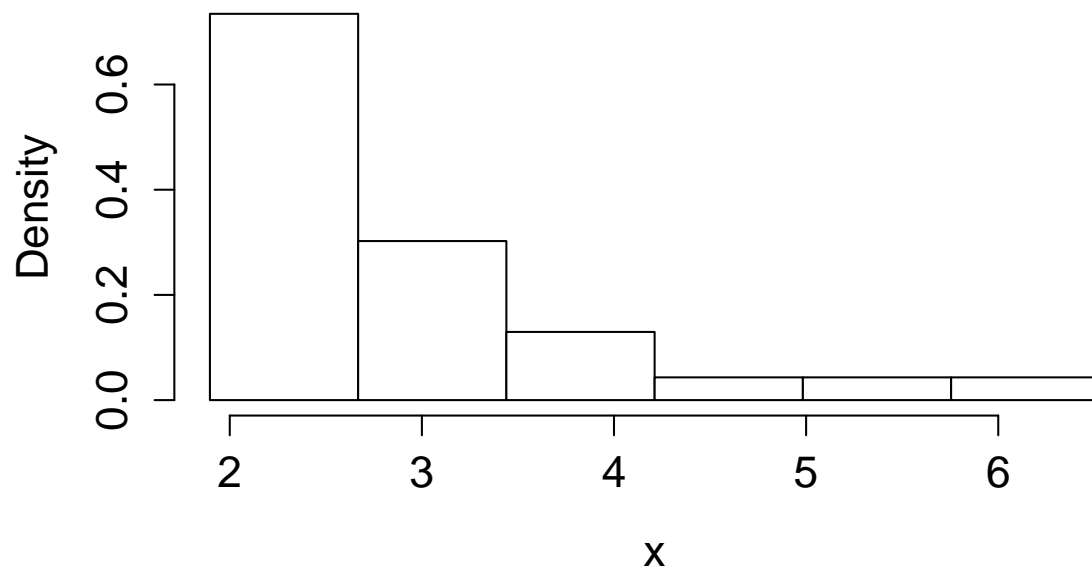
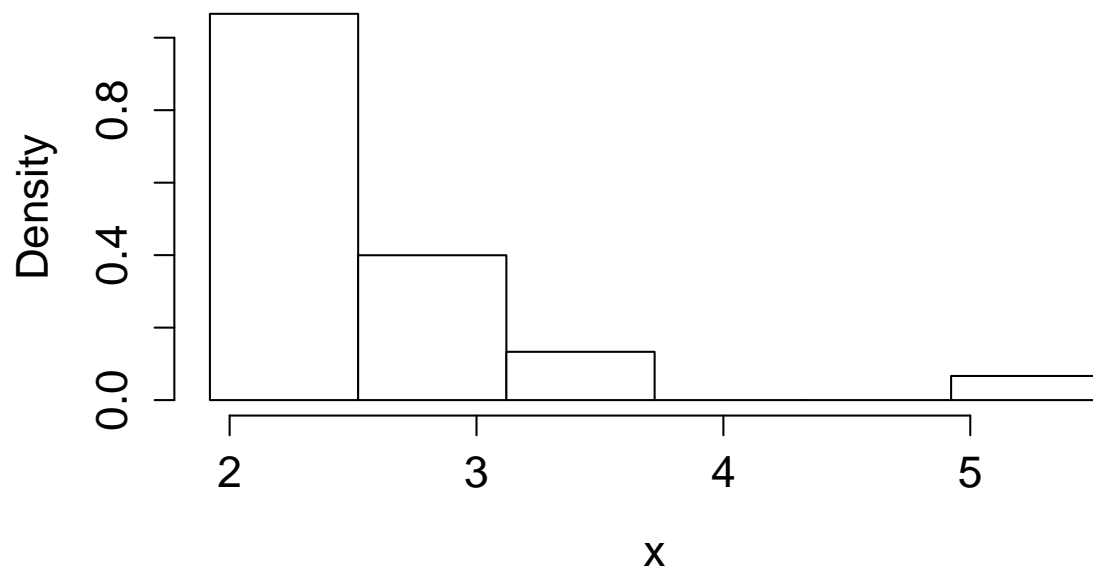
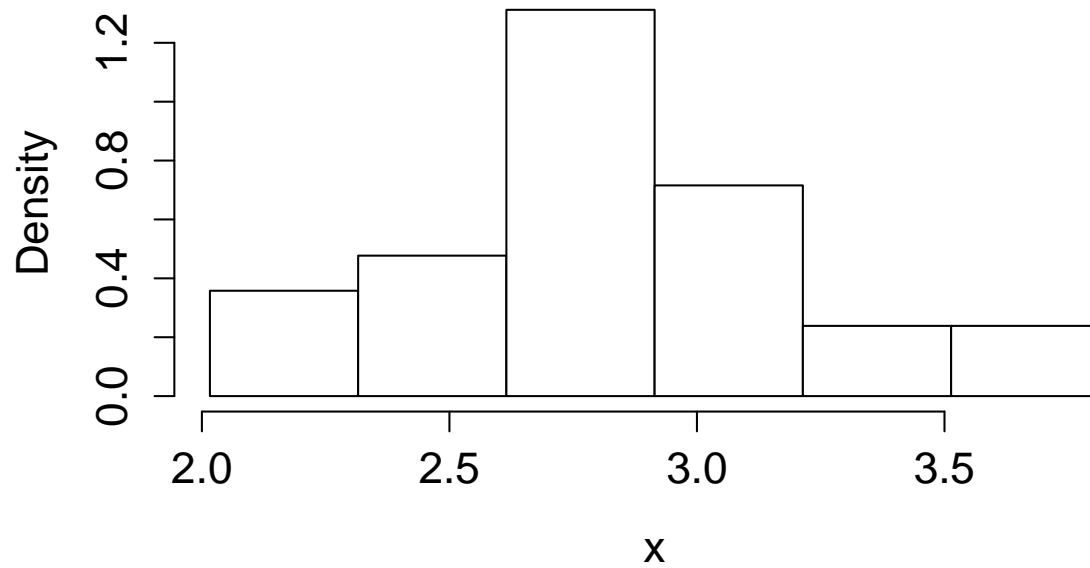

FIGURE 1 – Histogramme \tilde{A} pas constant de cuve1 obtenu dans R
FIGURE 3 – Histogramme \tilde{A} pas constant de cuve2 obtenu dans R
FIGURE 5 – Histogramme \tilde{A} pas constant de cuve3 obtenu dans R
1. Les mesures des trois cuves présentent des valeurs minimums assez proches les unes des autres : 2.007, 2.006 et 2.059. La cuve 2 possède la valeur maximale 5.437 et la variance la plus grande 0.54127686. Tandis que la cuve 1 s'empare du maximum des χ^2 -types 1.023202 et du maximum du coefficient de variation empirique 0.3563262. Les mesures de la cuve 3 présentent le plus de régularité avec le minimum de variation 0.15907528, le minimum d' χ^2 -type 0.4163554 et de coefficient de variation empirique 0.1475989 . D'après les allures des histogrammes des mesures de la cuve 1 (figures 1 et 2) et celles des mesures de la cuve 2 (figures 3 et 4), ces deux échantillons sont vraisemblablement de loi exponentielle. Les figures 5 et 6 montrent que les mesures de la cuve 3 sont vraisemblablement de loi normale.